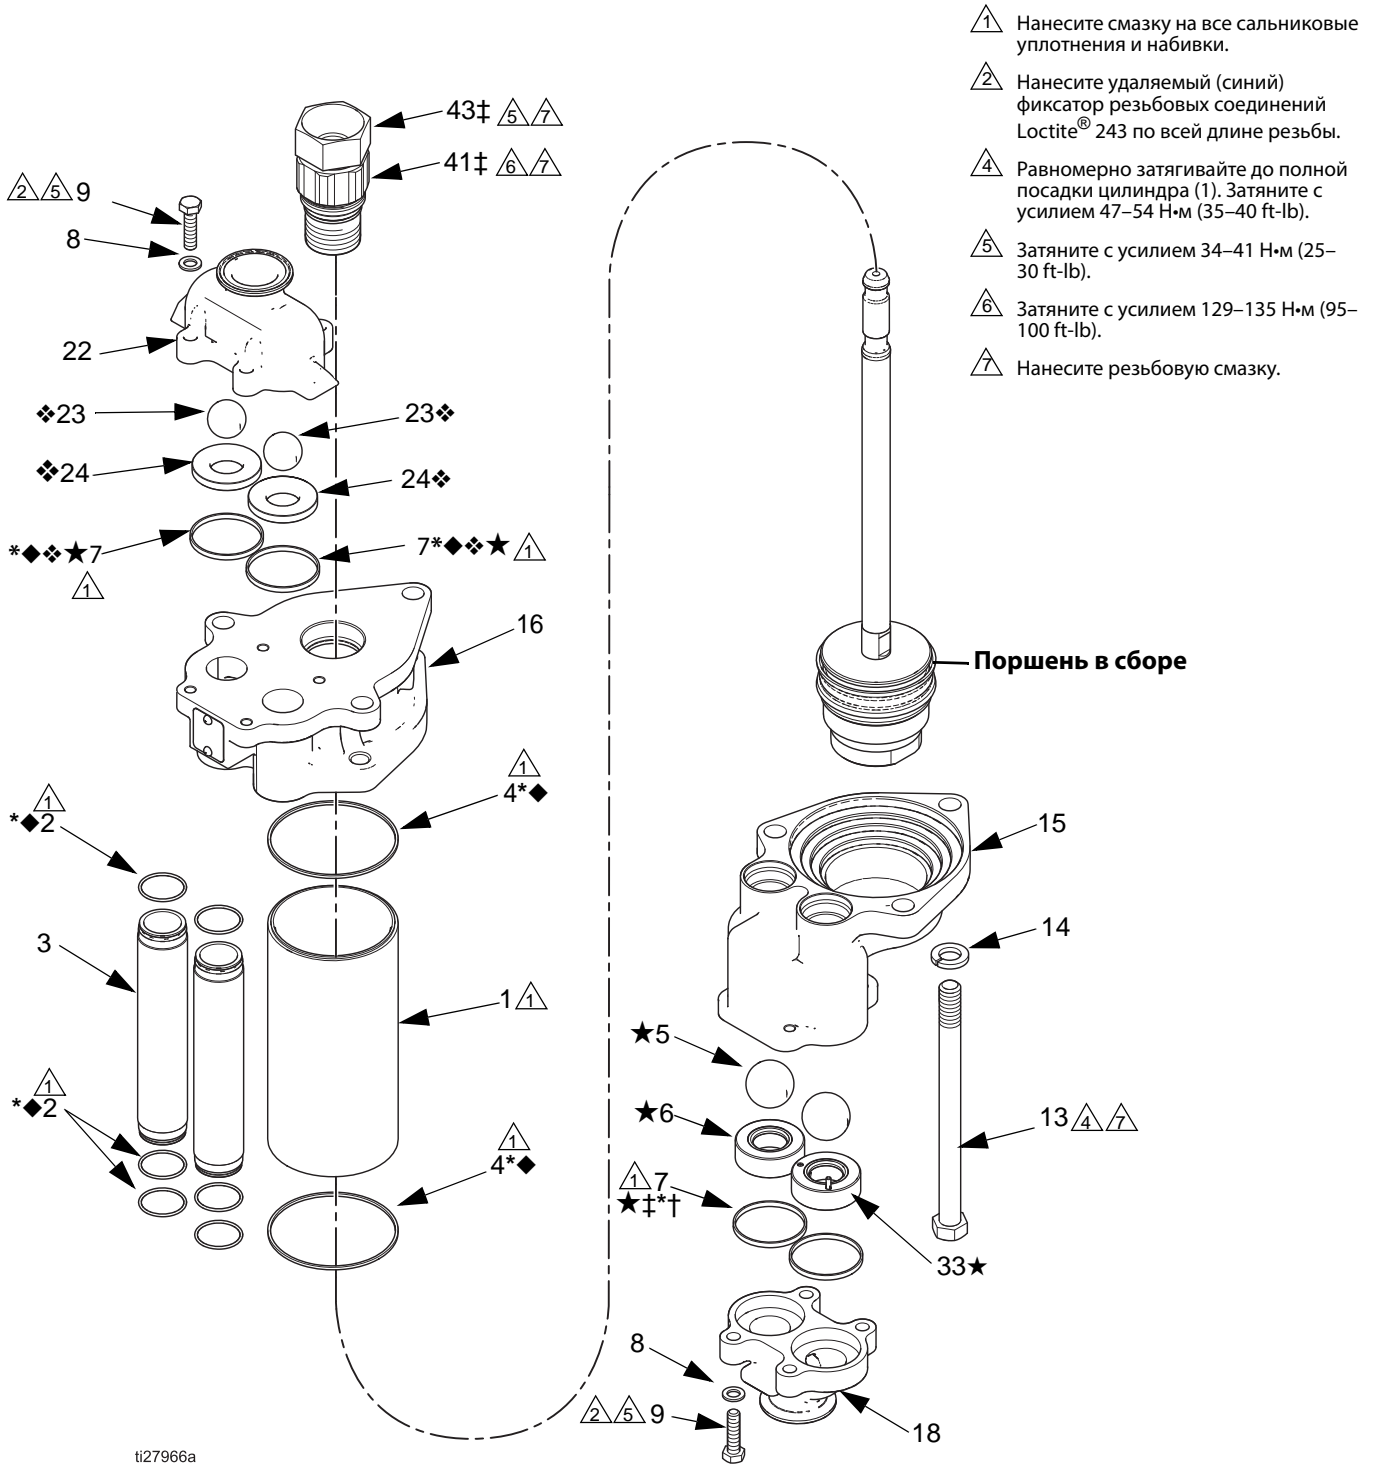

Рис. 5. Покомпонентное изображение нижней части насоса
ПРИМЕЧАНИЕ: Покомпонентное изображение деталей см. на Рис. 5 на стр. 9.
Покомпонентное изображение деталей см. на Рис. 5 на стр. 9.
Седло впускного обратного клапана с клапаном сброса давления (6★) должно устанавливаться на впускном отверстии для жидкости, как показано на Рис. 5. Клапан сброса давления снижает риск превышения максимального допустимого давления внутри насоса. Седло не будет сбрасывать давление при установке с другой стороны впускного корпуса (15).
- Поместите впускной коллектор обратных клапанов (18) на впускной корпус (15). Нанесите удаляемый (синий) фиксатор резьбовых соединений Loctite® 243 по всей длине резьбы винта с колпачком (9). Установите стопорные шайбы (8) и винты с колпачком (9). Затяните с усилием 34–41 Н•м (25–30 ft-lb). См. Рис. 5.